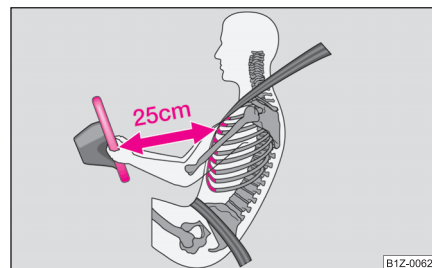

Fig. 128 Bonne distance par rapport au volant
- Il est important que le conducteur et le passager avant soient au minimum à 25 cm du volant et du tableau de bord ⇒ fig. 128. Les airbags ne peuvent pas vous protéger si vous en êtes plus près - danger mortel! Les sièges avant et les appuie-tête doivent en outre toujours être ajustés en fonction de la taille des personnes.